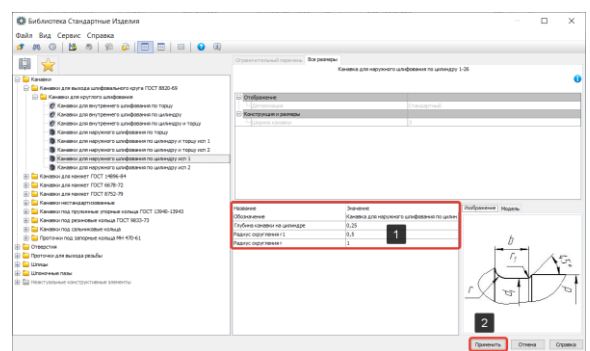

Рисунок 112 – Библиотека конструктивных элементов
- В окне библиотеки отобразится графическое изображение канавки и значения размеров (1). Так как канавка задается по ГОСТ, то ее размеры изменить не удастся. Для создания канавки нажмем кнопку применить (2) (Рисунок 112);